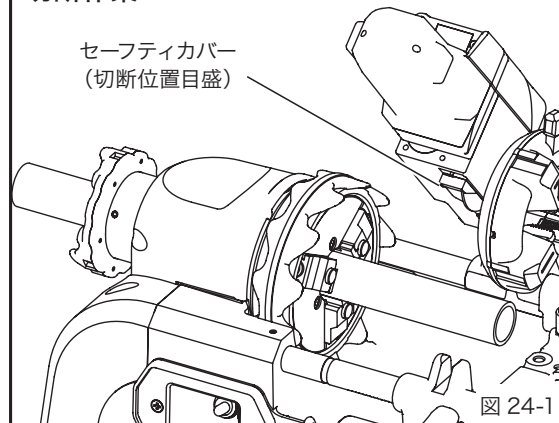

図 24-1
- ①切断するパイプは必ずしっかりとチャッキングしてください。
- ②セーフティカバーの切断目盛を切断位置に合わせ、パイプマシンのスイッチを ON にしてください。(図 24-1)